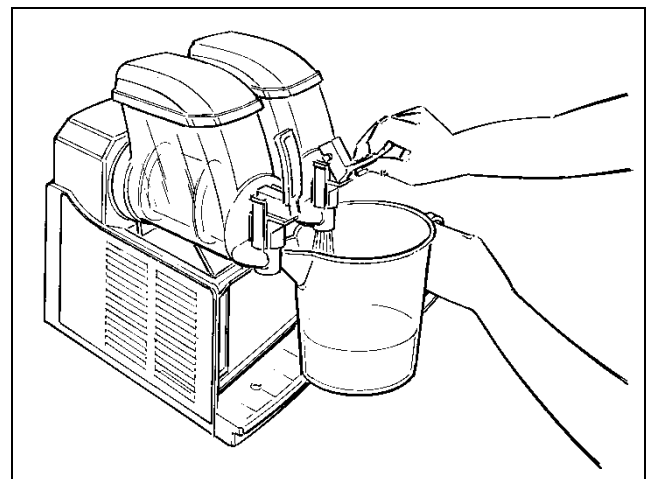

Fig. 3
- **V**idez le bac et répéter les mêmes procédures jusqu'à ce soit que l'eau qui sorte soit limpide (fig.3).